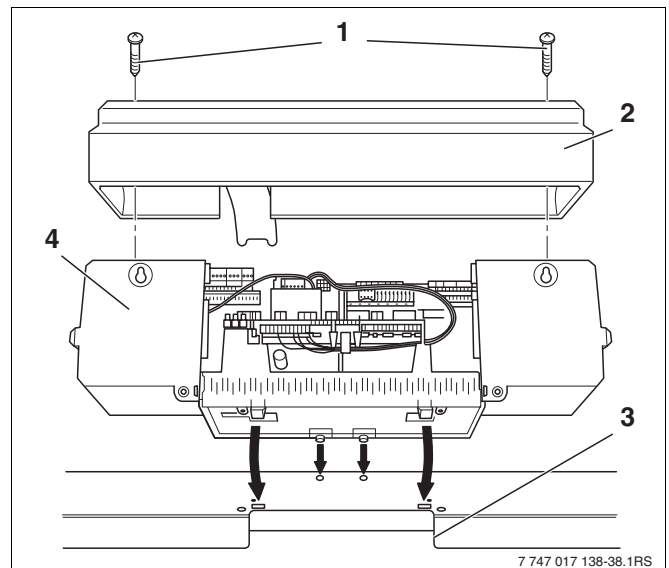

Bild 21 Regelsystem Logamatic 4000 öffnen und aufsetzen
- Die beiden Schrauben (Bild 21, **Pos. 1**) von oben aus der Klemmenabdeckhaube (Bild 21, **Pos. 2**) herausdrehen und Haube abnehmen.
- Regelgerät leicht nach vorne kippen und so aufsetzen, dass sich die Einschiebehaken vorne in die ovalen Bohrungen einführen. Regelgerät nach vorne schieben und hinten abkippen, bis die beiden elastischen Haken rechts und links einrasten (Pfeile -Bild 21).
- Kapillarrohrleitung durch den Kabeldurchgang (Bild 21, **Pos. 3**) führen und auf Bedarfslänge abrollen.
- Klemmenabdeckhaube (Bild 28, **Pos. 1** und Bild 21, Seite 26, **Pos. 2**) aufsetzen und am Regelgerät (Bild 28, **Pos. 2** und Bild 21, Seite 26, **Pos. 4**) festschrauben.